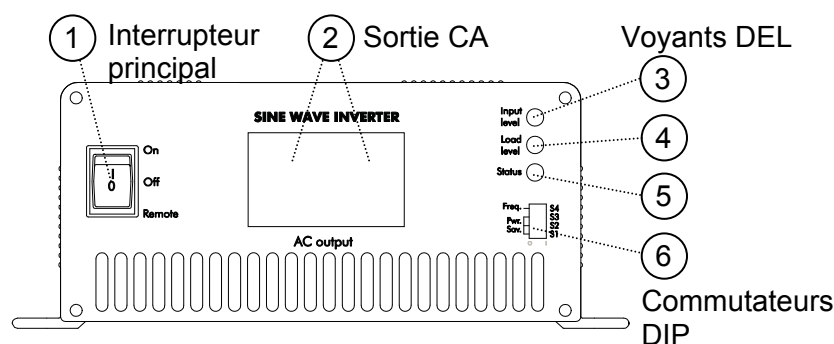

Figure 1: face avant
- Connecter le point de masse du convertisseur (se référer à la Figure 1, réf. 7) au point de masse central du véhicule/bateau
- Le neutre (N) de la sortie C.A. du convertisseur doit être connecté au point de masse la terre (PE/GND) et un dispositif de courant résiduel doit être intégré dans le câblage de la sortie C.A.
Voir figure 1, réf 6. Dans des conditions normales d'utilisation, il est inutile de modifier les réglages des commutateurs DIP : le convertisseur est immédiatement prêt à l'emploi.
- Avant d'installer le convertisseur, assurez-vous que l'interrupteur principal (Figure 1, réf. 1) est en position « OFF » (Arrêt)
3. Tension C.A. : la charge peut être directement connectée à la sortie C.A. (Figure 1, réf. 2).
Basculer l'interrupteur principal (Figure 1, réf. 1) sur « ON ». Le convertisseur démarrera alors un autotest signalé par deux bips provenant de l'avertisseur sonore et des voyants DEL clignotants. Cet autotest peut durer environ deux secondes. L'avertisseur sonore émettra enfin un autre bip et le convertisseur se mettra en marche, signalé par l'éclairage d'un voyant DEL vert (2). Le convertisseur est prêt à alimenter la charge connectée à la sortie CA (1).
Vous pouvez faire fonctionner le convertisseur à distance à l'aide d'un interrupteur de commande à distance (optionnel). Basculer l'interrupteur principal (Figure 1, réf. 1) sur "REMOTE". Lorsque le contact de l'interrupteur de commande à distance est fermé, le convertisseur se met en marche.
En cas d'un courant de fuite à la terre, le disjoncteur différentiel de fuite à la terre (DDFT) se déclencherait et l'alimentation de sortie CA serait coupée. Pour réinitialiser l'alimentation CA, appuyer sur le bouton Reset (Figure 1, réf. R)
Voir Figure 1. Le fonctionnement du convertisseur est rendu visible par les voyants DEL (3), (4) et (5)